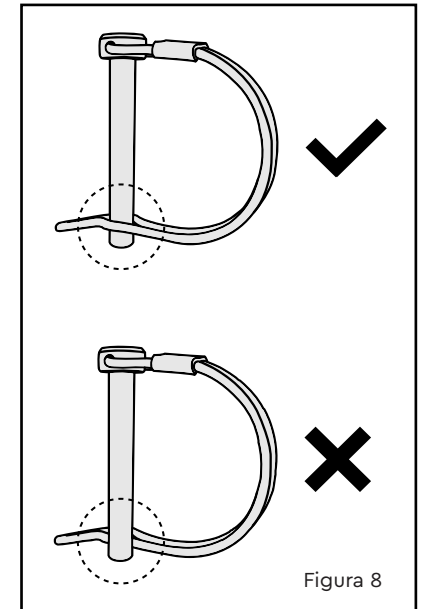

Figura 8
3. Asegúrese de que el pasador de sujeción haya quedado bloqueado, como se muestra en la (Figura 8).